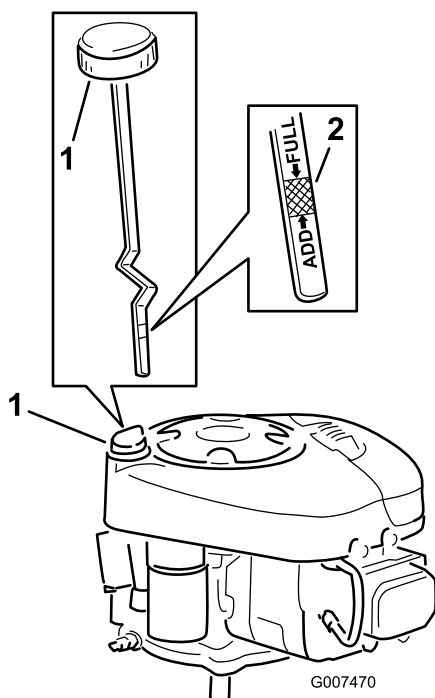

Figura 22
8. Pulite attorno all'asta di livello (Figura 22) in modo che la morchia non possa penetrare nel tubo di rifornimento e danneggiare il motore.
9. Svitare l'asta di livello dell'olio e pulite l'estremità metallica (Figura 22).
10. Avvitare a fondo l'asta di livello nel tubo di rifornimento (Figura 22). Svitare di nuovo l'asta e controllare l'estremità metallica. Se il livello dell'olio è basso, versate lentamente dell'olio nel tubo di rifornimento solo quanto basta per portare il livello al segno Full.
13. Versate lentamente circa l'80% della quantità indicata d'olio nel tubo di rifornimento (Figura 22). Controllate il livello dell'olio; vedere le voci 9 e 10 della sezione Controllo del livello dell'olio.